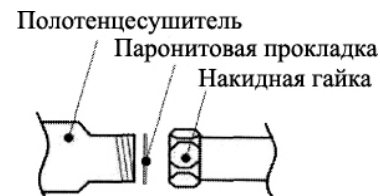

Рис.3
4.5. Соединение полотенцесушителя с трубопроводами следует производить нержавеющей или хромированными латунными фитингами. При применении фитингов с накидными гайками уплотнение производить с помощью паронитовых прокладок, как показано на Рис.3. В этом случае, перед установкой полотенцесушителя, убедитесь, в отсутствии заусенцев и острых кромок на торце изделия и подводящих трубопроводов. При необходимости обработайте торцы плоским: напильником с мелкой насечкой. Допускается присоединение полотенцесушителя с помощью муфт. При этом уплотнение достигается подмоткой на резьбу ленты ФУМ или льняного волокна, как показано на Рис.4.